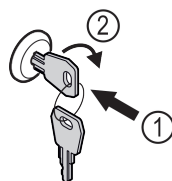

Fig. 127
- ▶ Vajutage võti sisse Fig. 127 (1).
- ▶ Keerake võtit 90° päripäeva Fig. 127 (2).